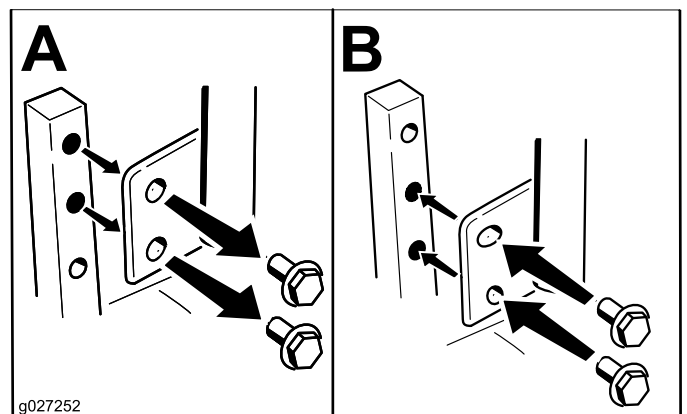

Bild 21
Die Höhe der Fahrtriebshebel kann für den optimalen Bedienerkomfort nach oben oder unten angepasst werden (Bild 21).
2. Lösen Sie die untere Schraube etwas, sodass der Schalthebel sich nach vorne oder nach hinten drehen lässt (Bild 21).